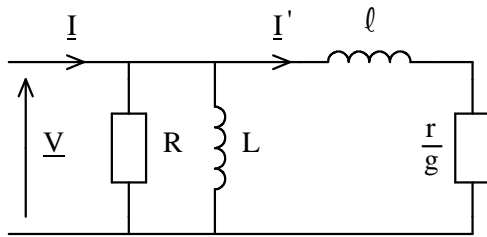

Figure 2
**2** - Le schéma équivalent par phase, entre phase et neutre, est représenté à la figure 2 ; il est utilisable quelle que soit la valeur de la tension  $V$ .